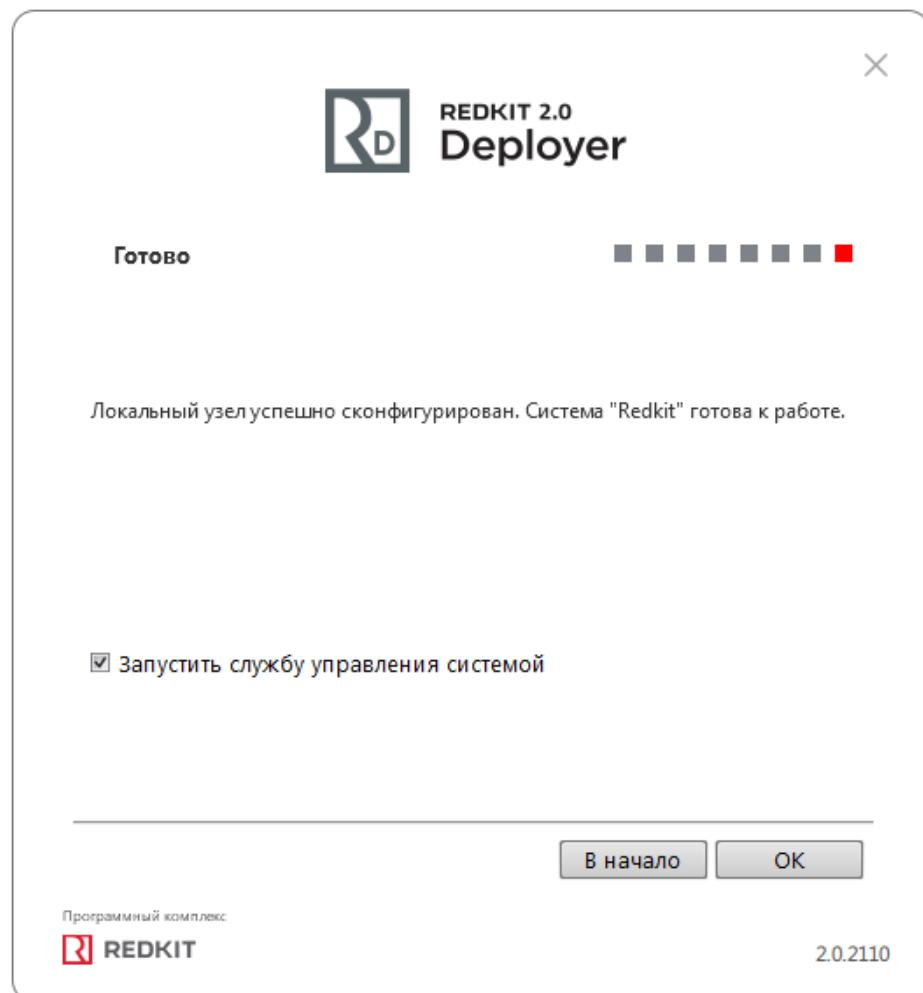

Рисунок 81 - Окончание конфигурации
18. Заполните чекбокс у команды "Запустить службу управления системой" и нажмите "OK" (Рисунок 81). Если у вас была установлена система ранее, то перед этим окном появится окно сохранения текущей конфигурации: выполните манипуляции в нем согласно разделу "Сохранение текущей конфигурации".